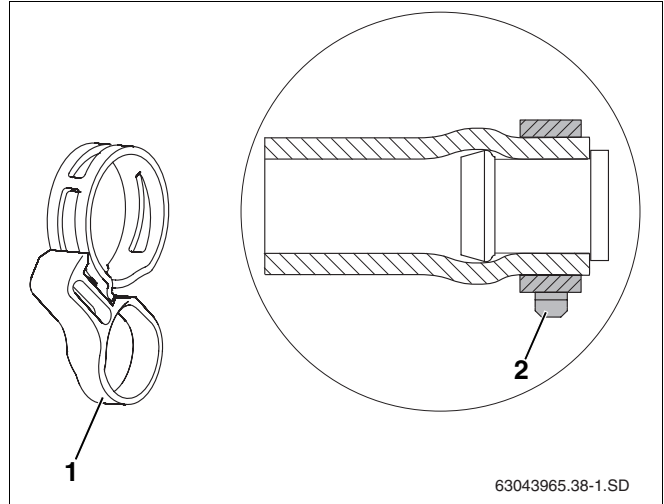

Fig. 17 Fascetta elastica con anello di sicurezza dopo il montaggio al tappo cieco premontato
- La fascetta elastica (fig. 17, **pos. 2**) deve assolutamente essere portata nella giusta posizione prima della rimozione dell'anello di sicurezza (fig. 17, **pos. 1**). Un allentamento eseguito in un secondo tempo con delle tenaglie potrebbe infatti diminuire la forza di serraggio.